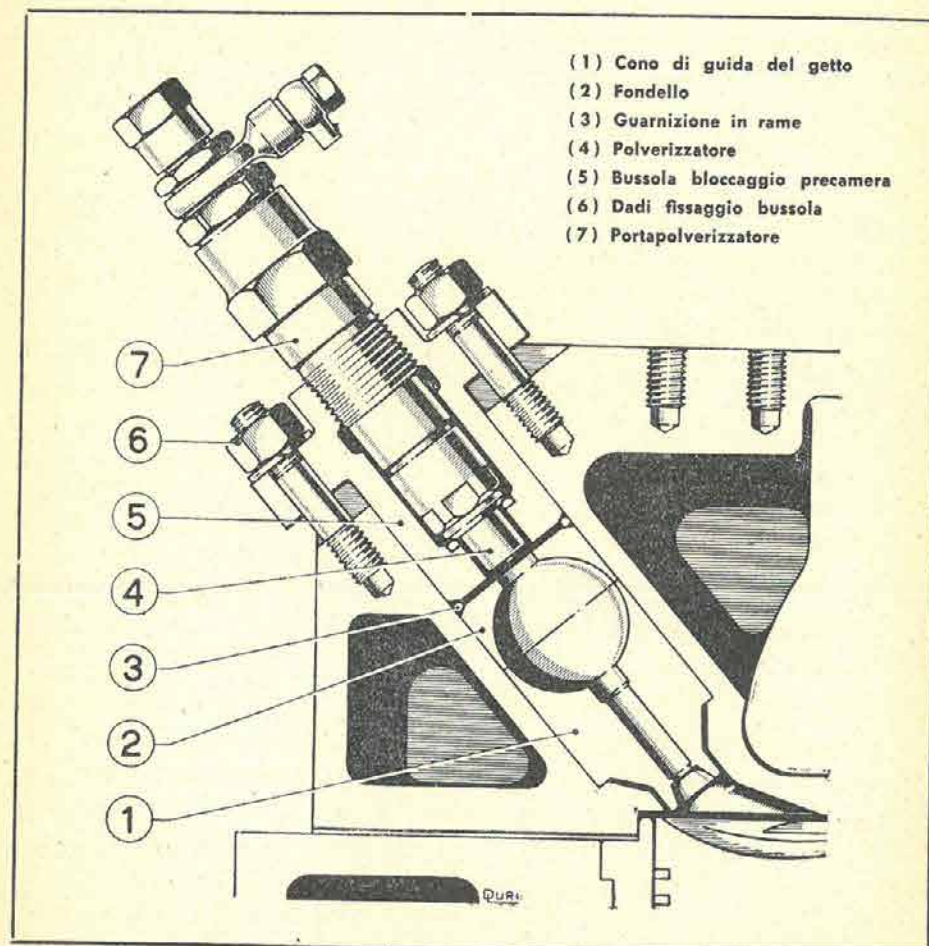

FIG. 1
**PRECAMERA DI COMBUSTIONE (Fig. 1)** - La precamera di combustione è contenuta nella testa ed è costituita da: